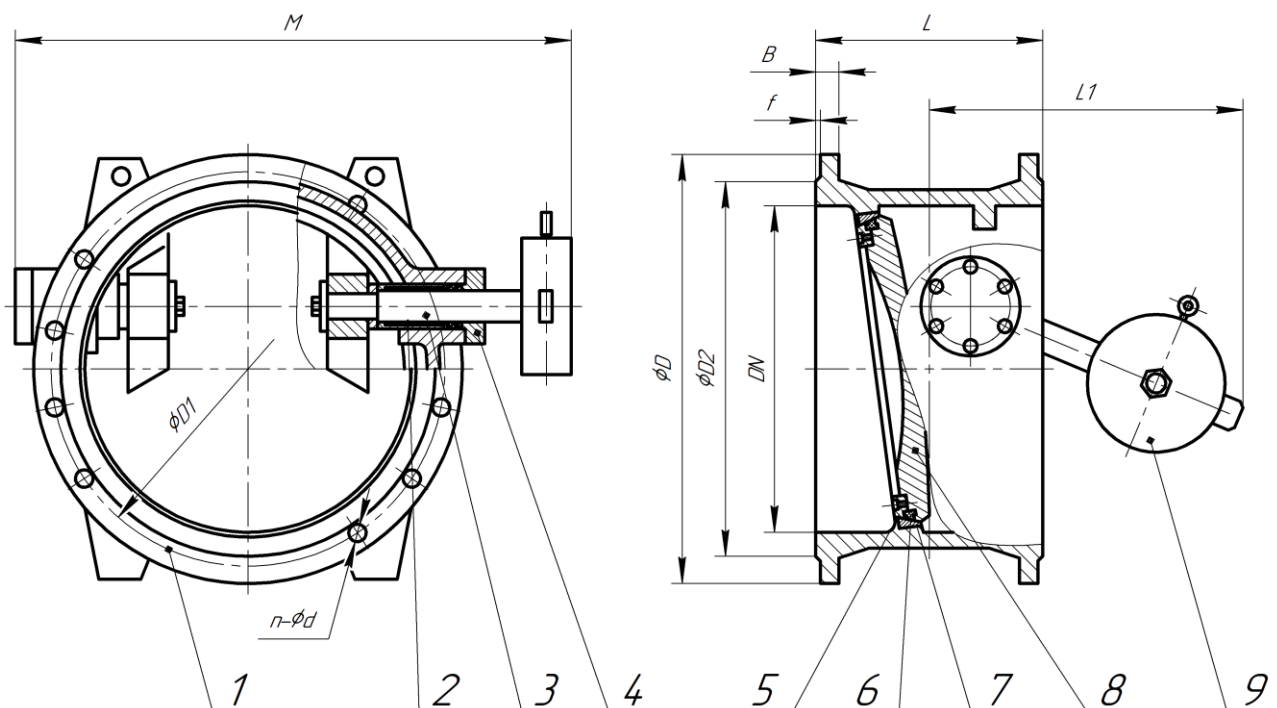

Рисунок 1. Конструкция клапана с рычагом и противовесом DN300-2000 PN10, PN16
1.3.1. Основные элементы конструкции клапана приведены в табл.1 и на рис.1,2.
закрытия клапана при остановке насоса, а также демпфирования диска клапана при прямом потоке рабочей среды (рис.1).